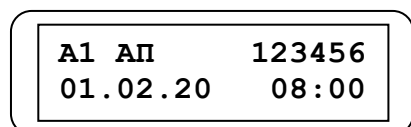

Рис. 4.1
Для корректной работы счетчика необходимо настроить определенные параметры. В данном параграфе описывается работа с меню настроек счетчика. Для входа в меню настроек счетчика нажмите кнопку «ВПРАВО», когда дисплей счетчика находится в режиме A1 (Рис.4.1).
**ВНИМАНИЕ!!!** Если пароль был изменен и не известен, то войти в меню настроек можно еще одним способом. Снимите крышку отсека колодок счетчика. При нахождении дисплея в режиме A1 (Рис. 4.1) нажмите и удерживайте не менее трех секунд кнопку входа в меню настроек (см. Приложение №1). В результате дисплей перейдет в режим отображения меню настроек счетчика.